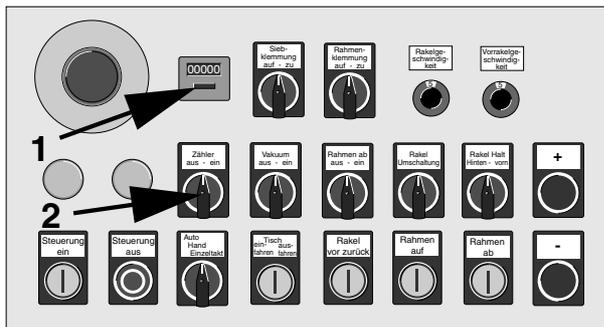

Bild 6-3. Bedienfeld
- \* Stellen Sie den Stückzähler auf „0“ (1, Bild 6-3)